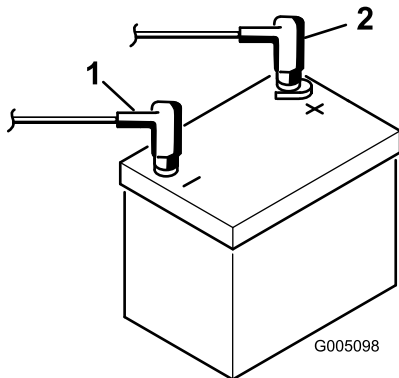

Figura 4
8. Conecte el cable positivo (rojo) al borne positivo (+) y el cable negativo (negro) al borne negativo (-) de la batería usando pernos y tuercas (Figura 4).